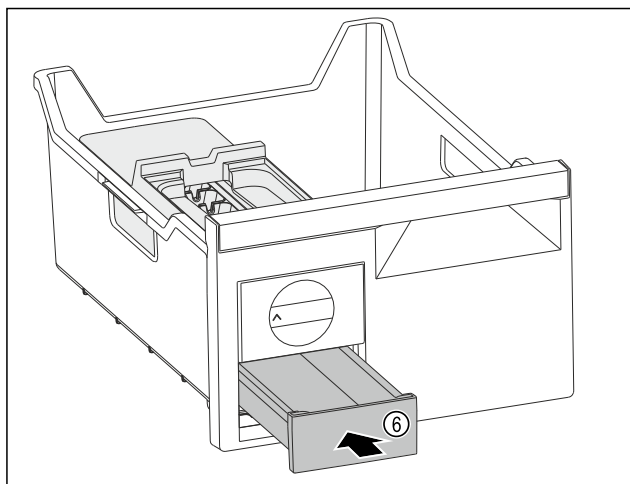

Fig. 126
- Встановіть форму для льоду Fig. 126 (6).